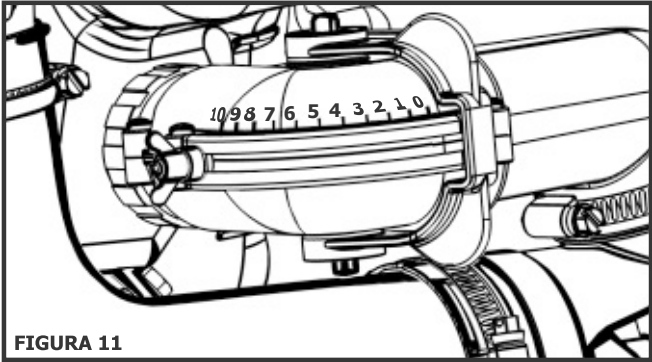

FIGURA 11
- b) Alavanca vermelha do dosador:** movimento esta alavanca até a opção de regulagem (1 a 10), que fornece a vazão (gramas/minuto), desejada para sua aplicação (Figura 11);
- c) Porca de regulagem do dosador:** após escolhida a vazão desejada, fixe manualmente esta porca, de tal forma que a regulagem não se altere durante a aplicação (Figura 11).